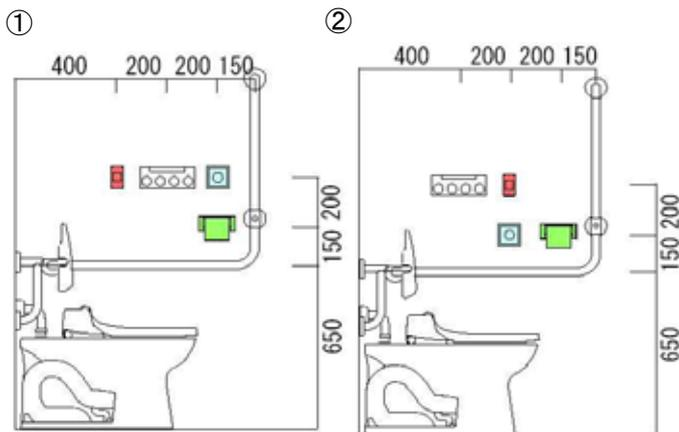

図1 ①縦型 と ②横型の位置関係
既存の公共トイレでは、便器洗浄ボタンと紙巻器の配置が、①縦型 ②横型の2種類（図1）ありましたが、縦に配置したほうがより適切という評価が得られました。